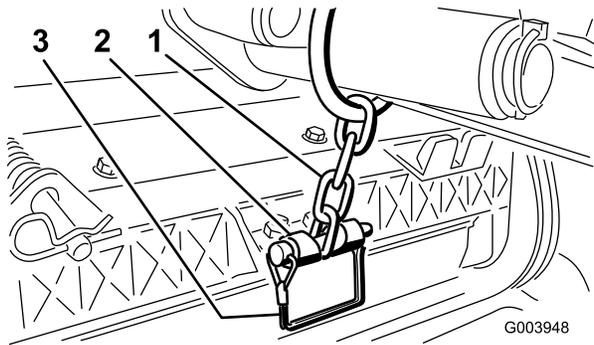

図 12
12. スナップピンを使って、昇降アームのチェーンを昇降アームに固定する（図 12）。カッティングユニットのオペレーターズマニュアルに従って、決められたリンクを使用すること。